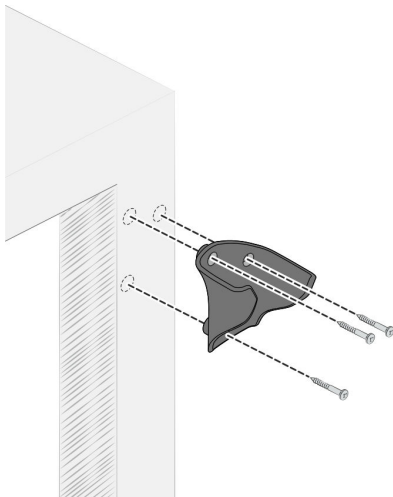

Abb. 102 Halterung Handcontroller demontieren
14. Die 3 Schrauben der Halterung gegen den Uhrzeigersinn lösen und Halterung vom Tisch entfernen **Abb. 102**.